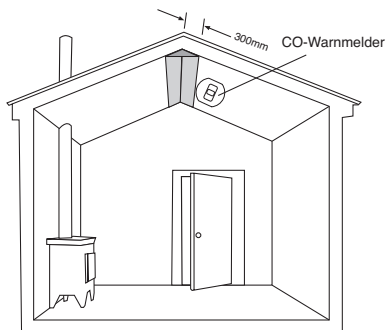

Abbildung 2
- In Räumen mit Dachschräge sollte der CO-Warmmelder an der höchsten Stelle installiert werden (siehe Abb. 2).